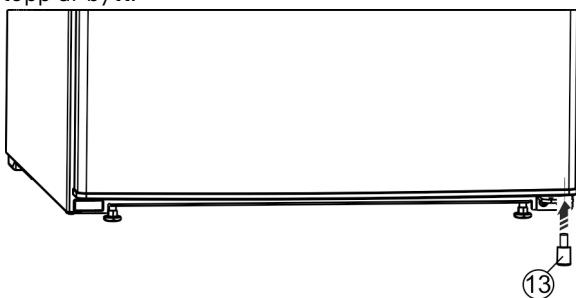

Fig. 26 *
- ▶ Distansdelen Fig. 26 (13) sätts åter in nere till höger på dörren, eftersom detta är viktigt för skåpets stabilitet.*